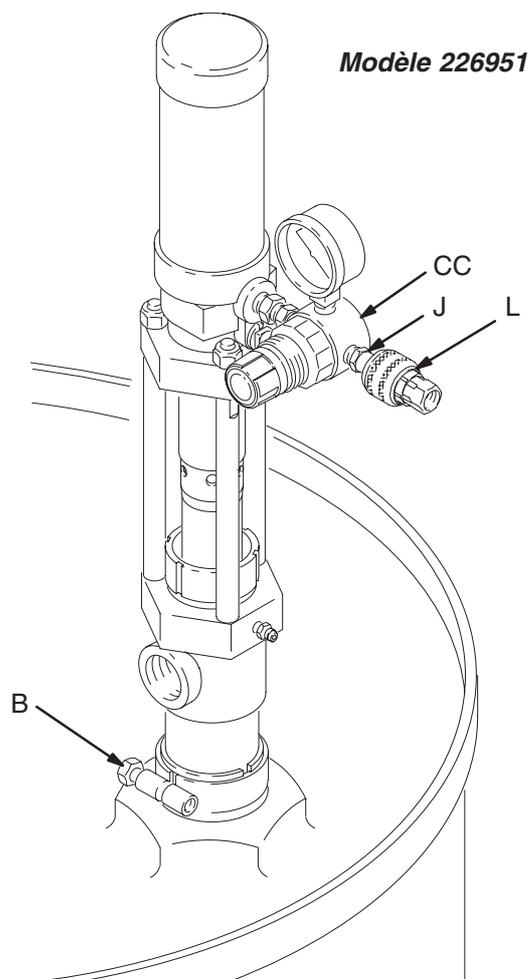

Fig. 3
La plupart des modèles sont fournis avec une vanne de régulation d'air à pointeau (K) montée sur l'entrée d'air de la pompe. Le modèle 226951 est pour sa part équipé d'un kit de régulateur d'air (CC) (voir Fig. 3). Tous les modèles sont fournis avec un coupleur rapide pour tuyauterie d'air (L) pour raccorder la tuyauterie d'air à la pompe et aux accessoires.
La vanne (K) ou le régulateur (CC) étant fermé(e), mettre l'alimentation pneumatique en route et brancher le coupleur de tuyauterie d'air (L). Voir Fig. 3 ou 5. Veiller à ce que toutes les poignées de distributions soient ouvertes.